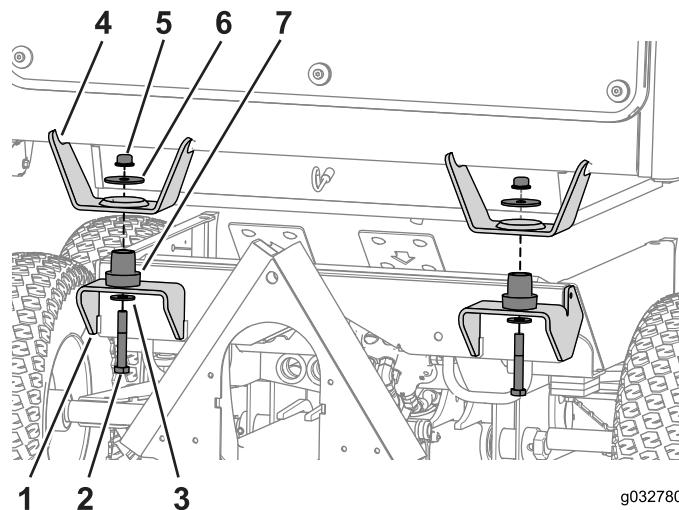

Bild 65
2. Senken Sie die Kabine auf die Maschine ab und fluchten die zwei Schraubenlöchern an den vorderen Befestigungen aus (Bild 65).
3. Setzen Sie einen Gummi-Isolator in jede Befestigungsstelle ein (Bild 65).
4. Befestigen Sie die Kabine mit der Schraube ($\frac{1}{2}$ " x $3\frac{1}{4}$ "), einer großen Schraube und Bundmutter an der Maschine (Bild 65).